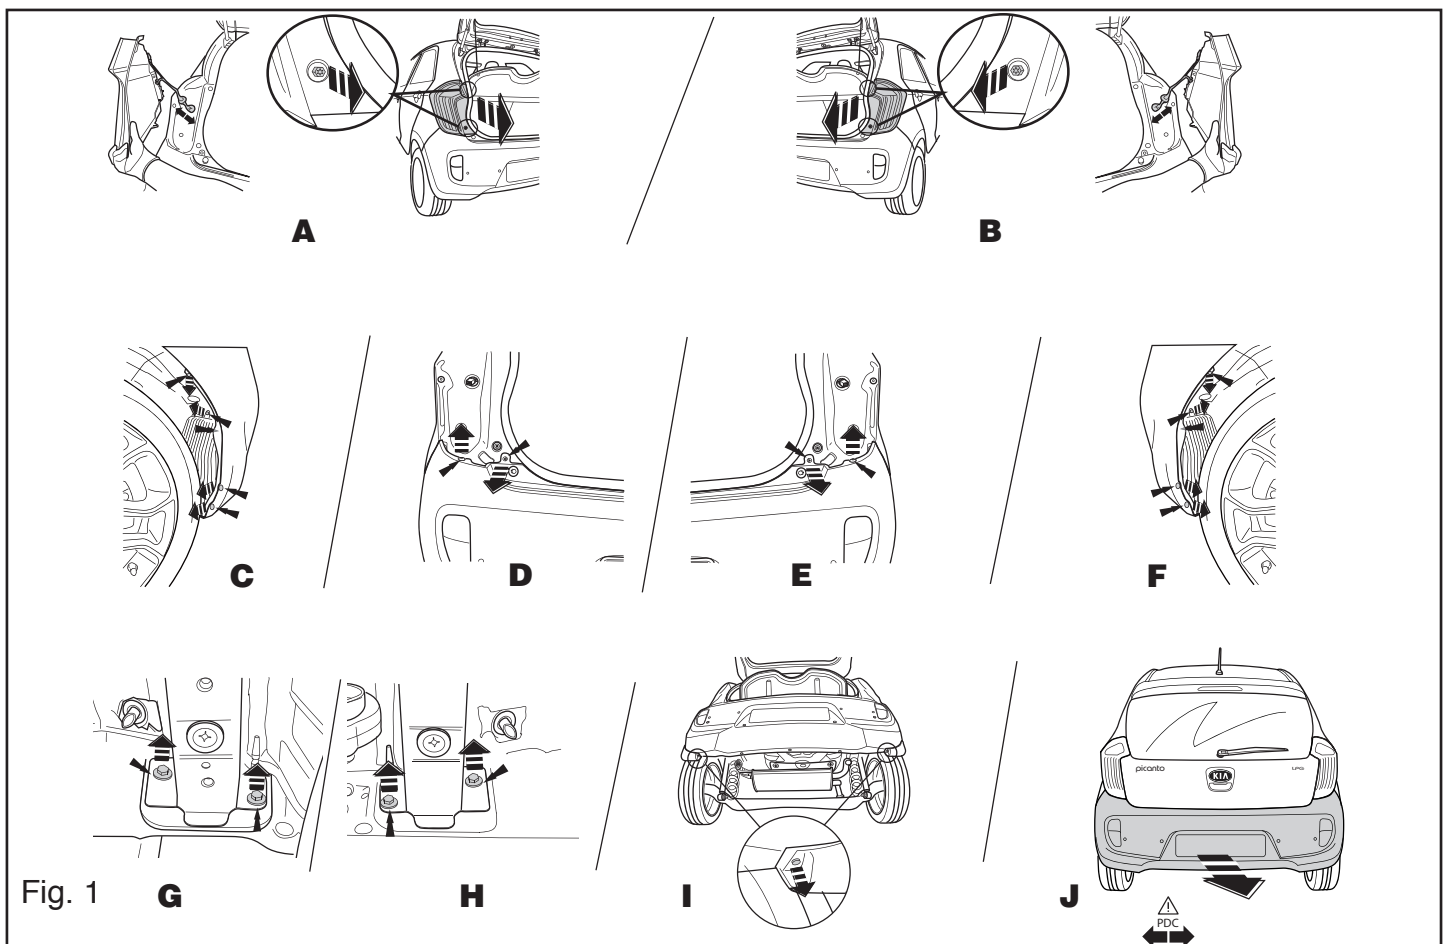

Fig. 1
1. For 5Drs vehicles, the following applies: Remove the rear-light units. Remove the bumper and the steel buffer beam from the vehicle. See fig. 1.
1. **Für 5Drs-Fahrzeuge gilt:** Die Rücklichter abmontieren. Die Stoßstange einschließlich des stählernen Stoßbalkens vom Fahrzeug abmontieren. Siehe Abbildung 1.
**1. Pour les modèles 5Drs:** Démonter les feux arrière. Déposer le pare-chocs du véhicule y compris la traverse en acier. Voir la figure 1.
1. **For 5Dr's køretøjer gælder følgende:** Demonter baglysenhederne. Demonter kofangeren, inklusive køretøjets stålstedbjælke. Se fig. 1.